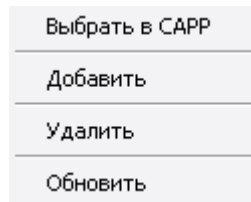

Рис. 52. Контекстное меню диалога работы со справочником в режиме таблицы.
3. Нажмите кнопку **ОК** в диалоге или нажмите правую кнопку мышки, в появившемся контекстном меню. выберите **Выбрать в САРР** (см. Рис. 52);
3. В контекстном меню выберите **Добавить** (см. Рис. 52);
3. Нажмите кнопку **Delete** на клавиатуре или нажмите правую кнопку мыши, в контекстном меню выберите **Удалить** (см. Рис. 52);